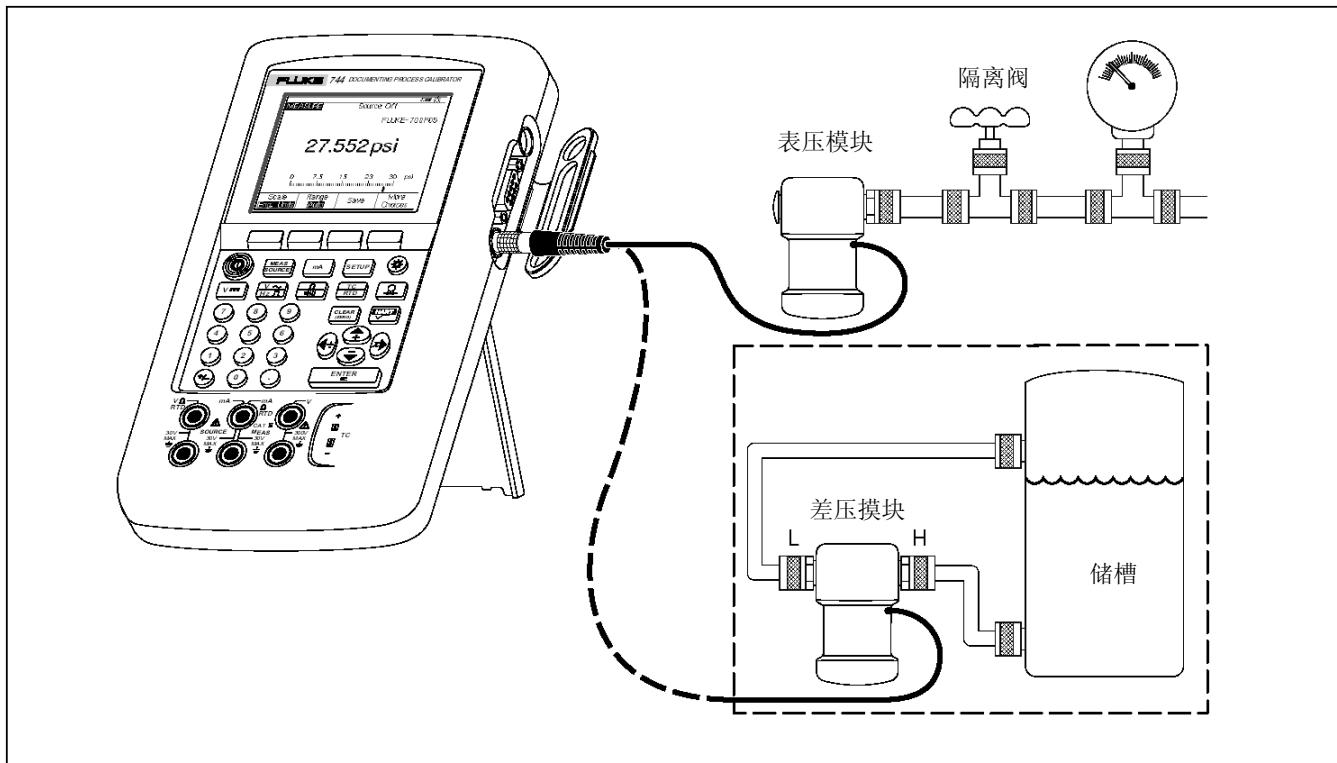

图 12 测量压力的连接
1. 如图 12 所示, 将压力模块连接到校准器。压力模块上的螺纹允许连接标准的 1/4 NPT 管接头。如果必要, 请使用提供的 1/4 NPT 至 1/4 ISO 接头。